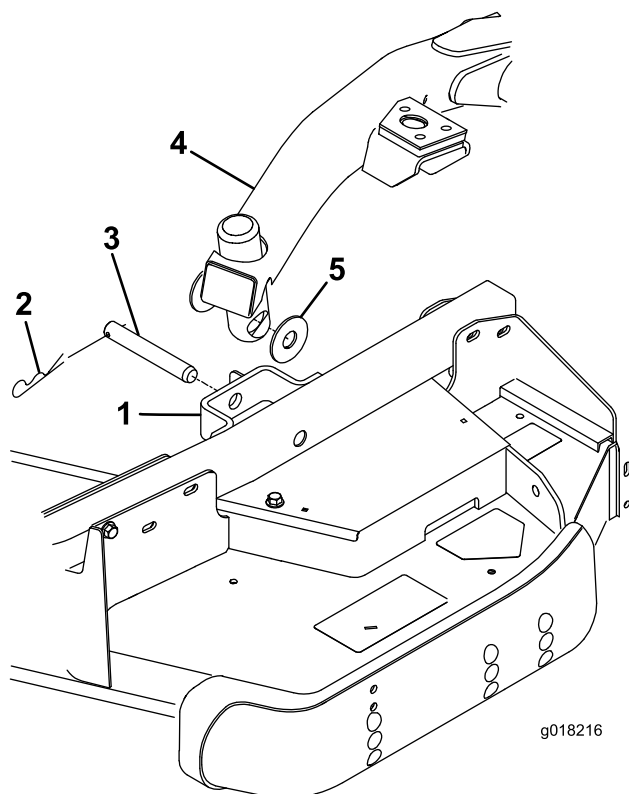

Bild 26
4. Stellen Sie den Hubhebel nach vorne auf die Schweben-Stellung. Drücken Sie einen Hubarm nach unten, bis die Löcher im Hubarm mit den Löchern in der Laufradarmhalterung ausgerichtet sind, und die Schnitthöhenstange in die Hubarmpolster eingesetzt werden kann (Bild 26).
5. Befestigen Sie den Hubarm mit zwei Druckscheiben, einem Lastösenbolzen und einem Splint am Laufradarm. Legen Sie die Druckscheiben zwischen den Hubarm und die Halterung des Laufradarms (Bild 26). Setzen Sie das Ende des Splints in den Schlitz im Laufradarm ein, um den Splint zu arretieren.